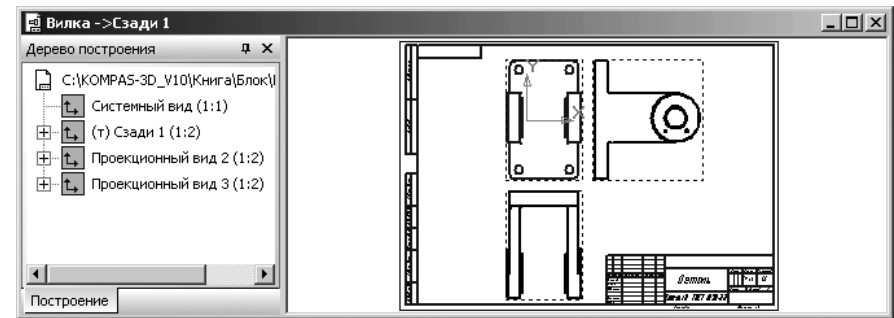

Рис. 3.109. Окно чертежа с размещенными стандартными видами модели **Вилка**
- переместите указатель мыши с фантомами проекций на чертеж в место их расположения, а затем щелкните мышью для завершения и размещения. Это состояние системы может выглядеть так, как показано на рис. 3.109.